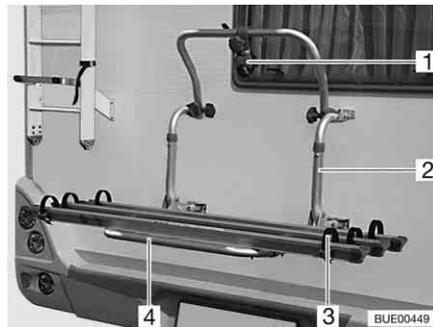

Fig. 4 Suporte de bicicletas, não rebatível
Com o suporte de bicicletas (Fig. 4,2) podem ser transportadas confortavelmente 2 bicicletas. É possível uma ampliação para 3 bicicletas.
- Desdobre o suporte telescópico orientável (Fig. 4,4).
- Coloque as bicicletas e amarre-as com as correias de aperto rápido (Fig. 4,3).
- Fixe os espaçadores (Fig. 4,1) no quadro da bicicleta exterior.